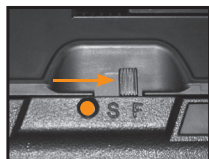

Ilustración 2B
- Empuje hacia abajo (hacia la letra “S”) (ilustración 2B). Cuando usted pueda ver el color ROJO la pistola de aires está en MODO NO SEGURO (OFF SAFE) y puede ser disparada.